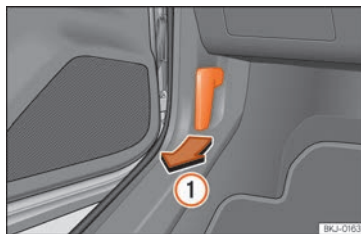

Fig. 177 Palanca de desbloqueo en el espacio reposapiés del conductor.
- Abra la puerta y tire de la palanca que hay debajo del tablero de instrumentos » » » **fig. 177 ①**.